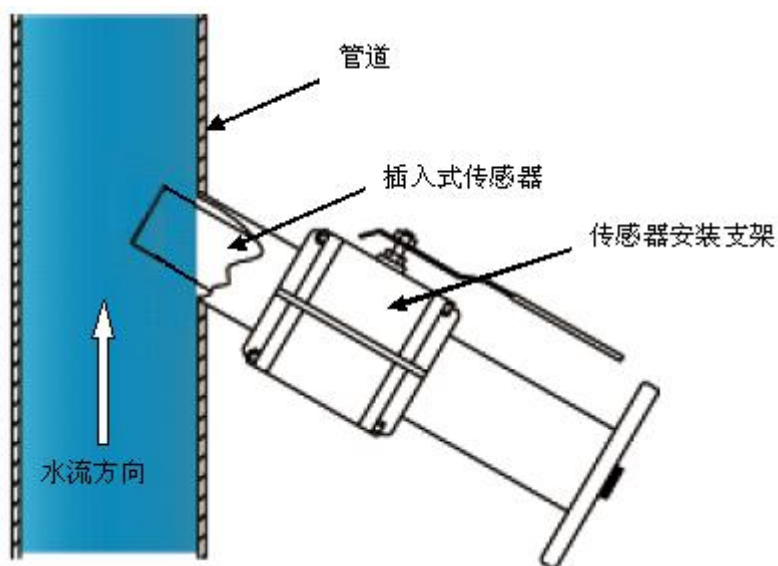

图 2-10 插入式安装示意图
- (3) 在后管的法兰上垫一个法兰垫，将装有法兰的插入式传感器插入后管的管道，用 M10 螺柱将传感器端法兰与后管法兰连接固定。安装完的插入式传感器支架如图 2-10 所示。